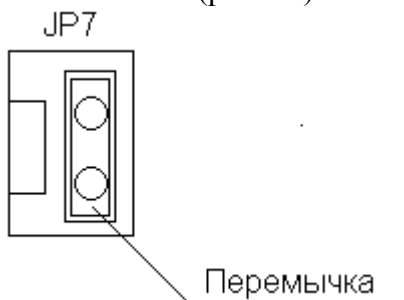

Рис. 2.1
1. При выключенном индикаторе снять заднюю крышку и установить перемычку на JP7 блока управления индикатора в положение «CAL on» (рис.2.1).